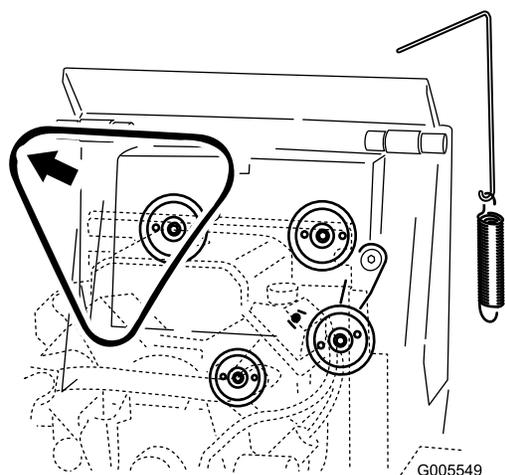

Рисунок 54
6. Снимите ремень привода с трех шкивов (Рисунок 54).